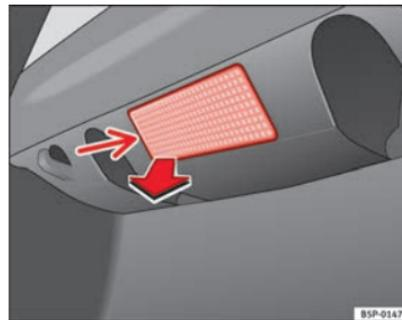

Abb. 186 Gepäckraumbeleuchtung
- Das Lampenglas der Glühlampe durch Druck mit einem Schraubendreher auf dessen Unterkante -Pfeil- abnehmen ⇒ Abb. 186. ▶